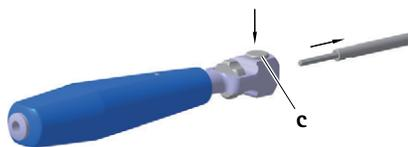

Fig. 2
- ▶ Tryck in tryckknappen **c** och ta av greppet **1**, se Fig. 2